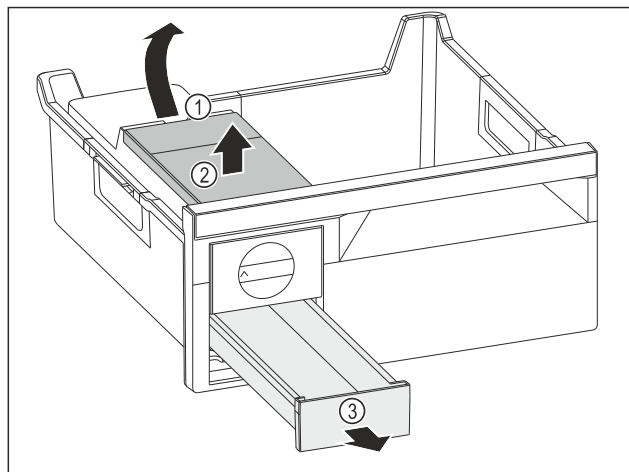

Fig. 135
- ▶ Odstranjevanje rezervoarja za vodo: Dvignite rezervoar za vodo za izrez Fig. 135 (1).
- ▶ Rezervoar za vodo Fig. 135 (2) dvignite in odstranite.
- ▶ Predal za ledene kocke Fig. 135 (3) povlecite naprej in odstranite.